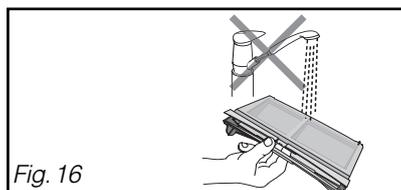

Fig. 16
**Il ne doit surtout pas être passé sous l'eau (Fig. 16).**